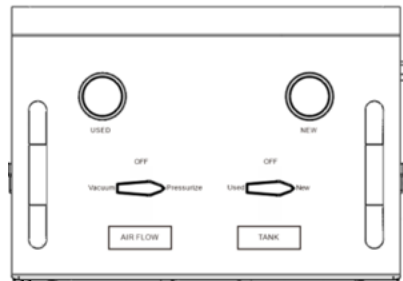

Fig 11.
2. Na panelu przekręcić lewy zawór na panelu „PRZEŁYW POWIETRZA” do pozycji „Zwiększ ciśnienie”, prawy zawór „ZBIORNIK” do pozycji „Nowy” (Rys. 11), otworzyć zawory na obu węzłach (Rys.12), a następnie otworzyć zawór powietrza warsztatowego, aby rozpocząć wymianę środka zapobiegającego zamarzaniu